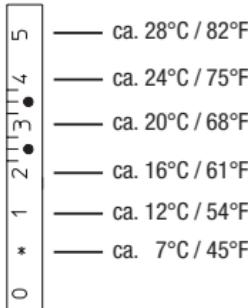

Fig.5 Scala di temperatura della testa termostatica „Uni LH“
3. Mantenerla in questa posizione e stringere bene la calotta (non applicare troppa forza). Impostare la testa termostatica alla temperatura ambiente desiderata (Fig. 5).